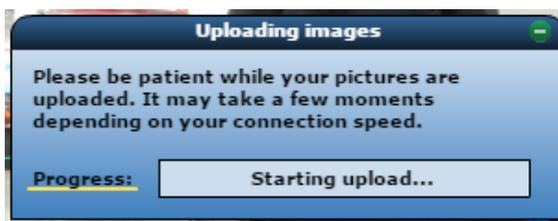

Рис. 12. Загрузка панорамы с ее атрибутами в базу панорам на сервере
7. Если всё верно, то нажимаем кнопку **Confirm** («подтвердить»). Еще несколько секунд ожидания (рис. 12) – и панорама загружена.